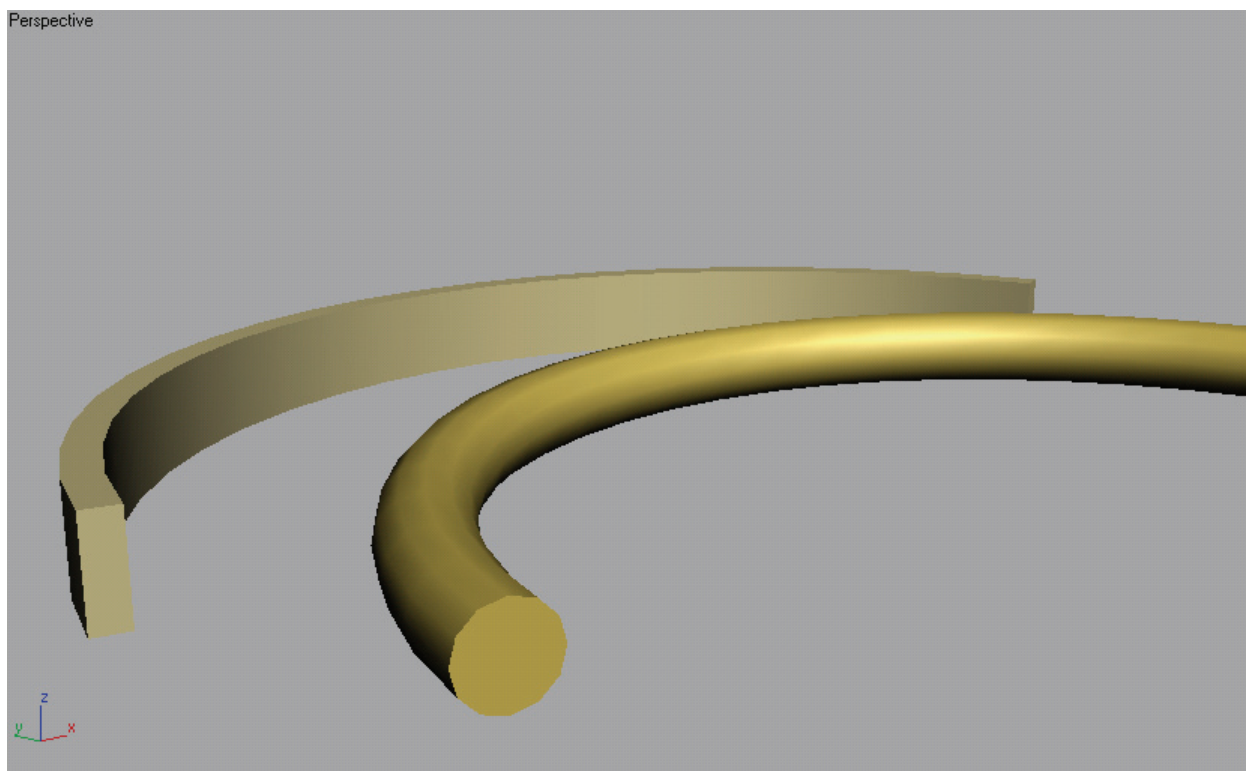

Рис. 2. Сплайн-дуга с округлым и прямоугольным сечениями
5. Задайте толщину визуализируемой линии сплайна в счетчике Thickness (Толщина) свитка Rendering (Визуализация). Линия будет визуализироваться в виде трубки с диаметром, равным параметру Thickness (Толщина), при этом число сторон поперечного сечения такой трубки задается счетчиком Sides (Сторон). Счетчик Angle (Угол) задает угол поворота поперечного сечения относительно продольной оси сплайна. Если флажок Enable In Viewport (Показывать в окне проекции) установлен, становится доступным еще один флажок — Use Viewport Settings (Использовать настройки для окон проекций). Его установка позволяет при отображении сплайнов в окнах проекций в виде сетки использовать для простоты иные, чем при визуализации, параметры толщины трубки, числа сторон и угла ориентации сечения сплайна. Например, можно указать существенно меньшее число сторон. Чтобы задать иные значения названных параметров, следует установить переключатель Viewport (Окно проекции). При необходимости применения к линии сплайна материала на основе текстурных карт, как показано, установите флажок Generate Mapping Coords (Проекционные координаты). С помощью переключателей Radial (Округлый) и Rectangular (Прямоугольный) можно выбрать сечение сплайна. При выборе прямоугольного сечения устанавливаются значения Length (Длина) и Width (Ширина), определяющие толщину сплайна. Параметр Aspect (Соотношение) обозначает соотношение длины и ширины прямоугольного профиля сплайна. Если нажать кнопку с изображением замка, расположенную рядом с этим параметром, то при изменении длины или ширины профиля автоматически будет изменяться и другой параметр так, чтобы их соотношение оставалось неизменным. Разницу между округлым и прямоугольным сечениями можно увидеть на рис. 2.